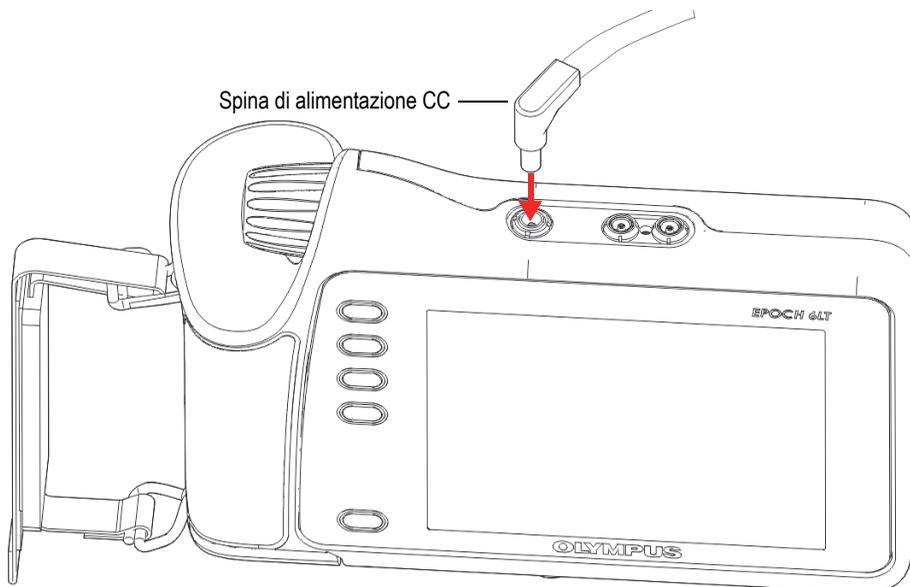

Figura 3-1 Collegamento alla spina di alimentazione CC
1. Collegare la spina di alimentazione CC nel connettore del caricabatteria-alimentatore dello strumento (vedere Figura 3-1 a pagina 42).